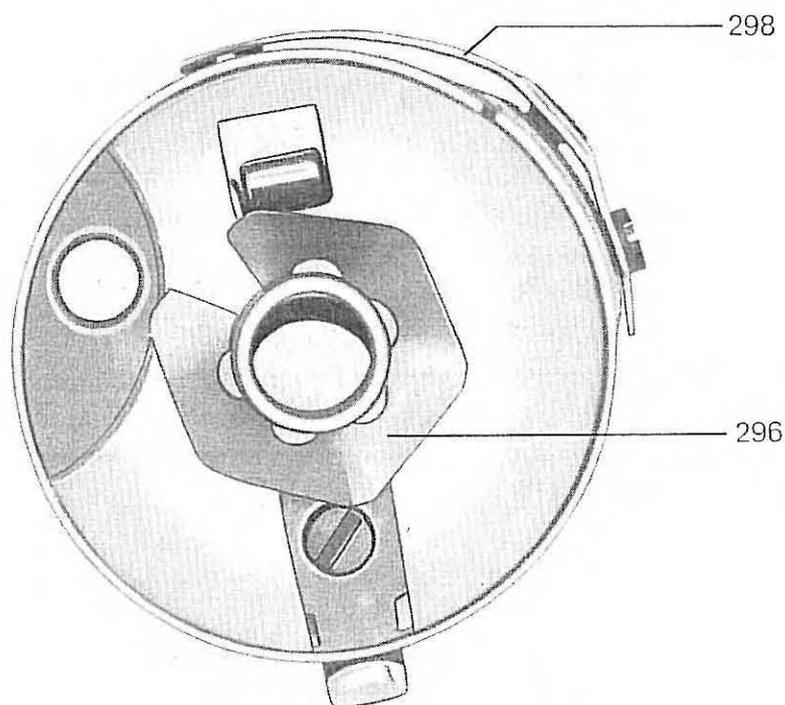

Fig. 52
- a) Utiliser les boîtes à canette avec disque de frein 296 (fig. 52), évitant l'avance excessive du fil lors du déroulement par saccades. Mais l'effet de freinage sur la canette doit être considéré lors du réglage de la tension du fil de la canette, c'est à dire que le ressort de tension 298 doit être réglé très soigneusement pour éviter une tension excessive du fil inférieur: